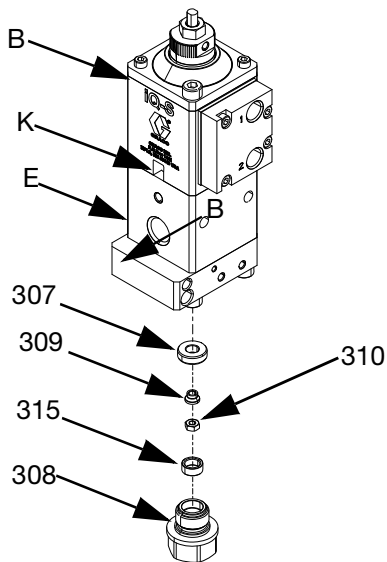

FIG. 10
3. Se si utilizza una valvola con aspirazione posteriore, rimuovere l'ugello di aspirazione posteriore (309) prima di scollegare la sezione dell'aria (B) dalla sezione del fluido (E). Vedere FIG. 10.